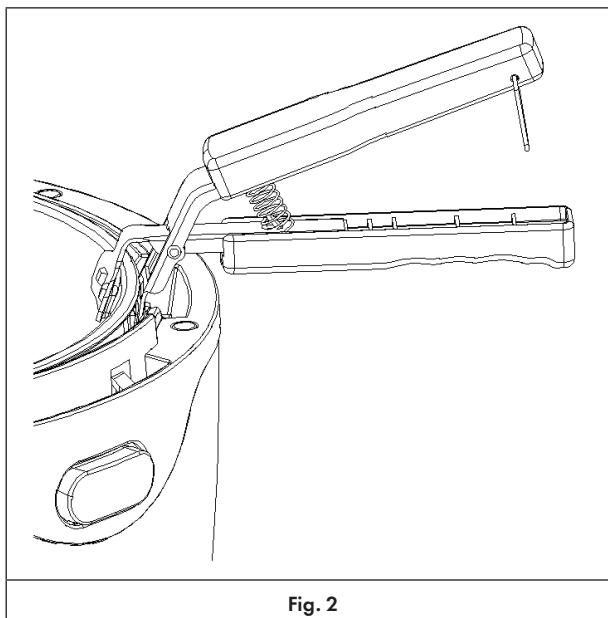

Fig. 2
2. Insérez la partie inférieure de la pince dans l'espace entre le pot et le boîtier (Fig. 2).